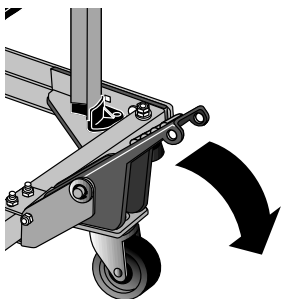

FIG. 10A
- Pour déplacer la scie, enfoncez la pédale pour embrayer le système de roulette (Fig. 10A). La scie peut alors facilement être déplacée jusqu'à un nouvel emplacement.